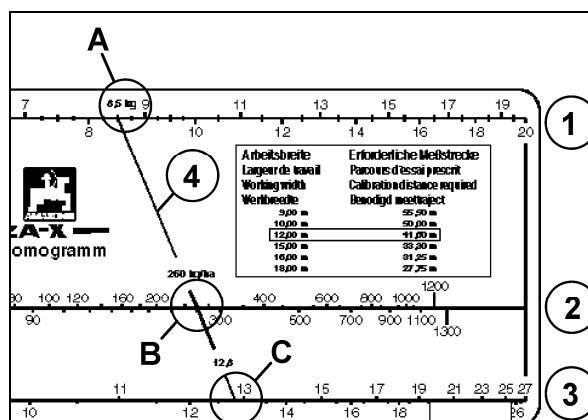

Рис. 68
7. Для собранного количества удобрения (**8,5 кг**) найдите числовое значение (**A**) на верхней шкале (Рис. 68/1) и для нужной нормы внесения (**260 кг/га**) числовое значение (**B**) по средней шкале (Рис. 68/2).
8. Проведите прямую соединительную линию через точки **A** и **B** (Рис. 68/2)..
9. Продолжение соединительной линии показывает на нижней шкале (Рис. 68/3) числовое значение (**C**) для необходимого положения заслонки, в данном случае **12,8**.